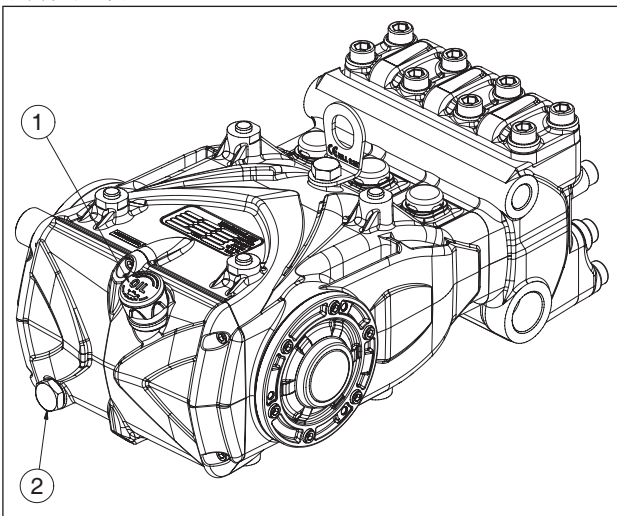

图1
排油时必须拆除：油位尺（部件号①），接着拆除塞子（部件号②，图1）。